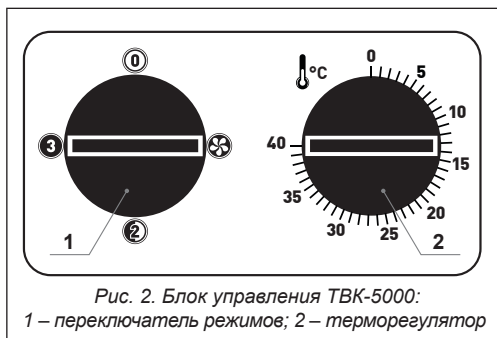

Рис. 2. Блок управления ТБК-5000:
Перед включением тепловой пушки в сеть ручка переключателя режимов 1 (рис. 2) должна находиться в положение «0» (0), а ручка терморегулятора 2 повернута в крайнее против часовой стрелки положение.